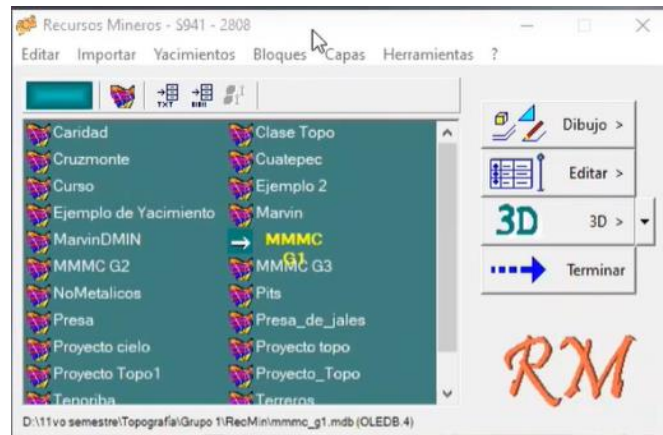

Figura 276. Módulo de yacimientos.
28. Abrir el módulo de yacimientos de RecMin y seleccionar el proyecto de la materia. Figura 276.